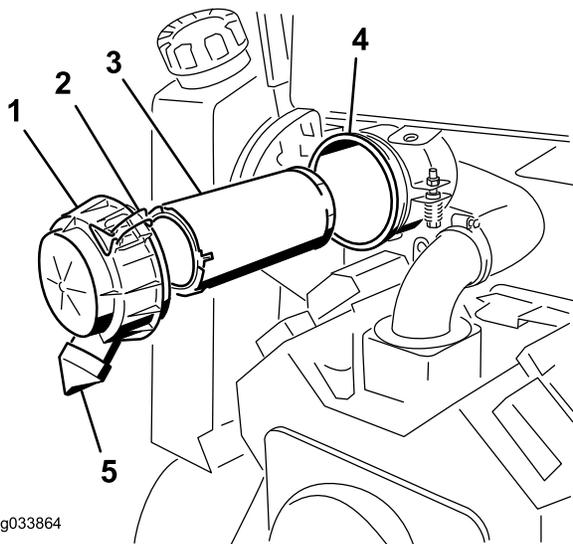

Рисунок 20
6. Аккуратно извлеките фильтр грубой очистки из корпуса воздухоочистителя и удалите его в отходы (Рисунок 20). Старайтесь не ударить фильтр о боковую поверхность корпуса.
7. Если также производится замена контрольного фильтра, аккуратно извлеките его из корпуса воздухоочистителя и удалите в отходы (Рисунок 20). Старайтесь не ударить фильтр о боковую поверхность корпуса.
2. При замене контрольного фильтра осторожно вставьте его в корпус воздухоочистителя (Рисунок 20). Плотно надавливая на наружный обод фильтра во время его установки, обеспечьте, чтобы он был посажен до отказа.
3. Осторожно вставьте фильтр предварительной очистки в корпус воздухоочистителя (Рисунок 20). Плотно надавливая на наружный обод фильтра во время его установки, обеспечьте, чтобы он был посажен до отказа.
4. Установите крышку, проставку и закрепите их гайкой крышки (Рисунок 20). Затяните гайку с моментом 11 Н·м.
5. Установите крышку воздухоочистителя так, чтобы резиновый выпуск был направлен вниз, в положение от 5 до 7 часов (если смотреть с торца) (Рисунок 20), и закрепите ее защелками.